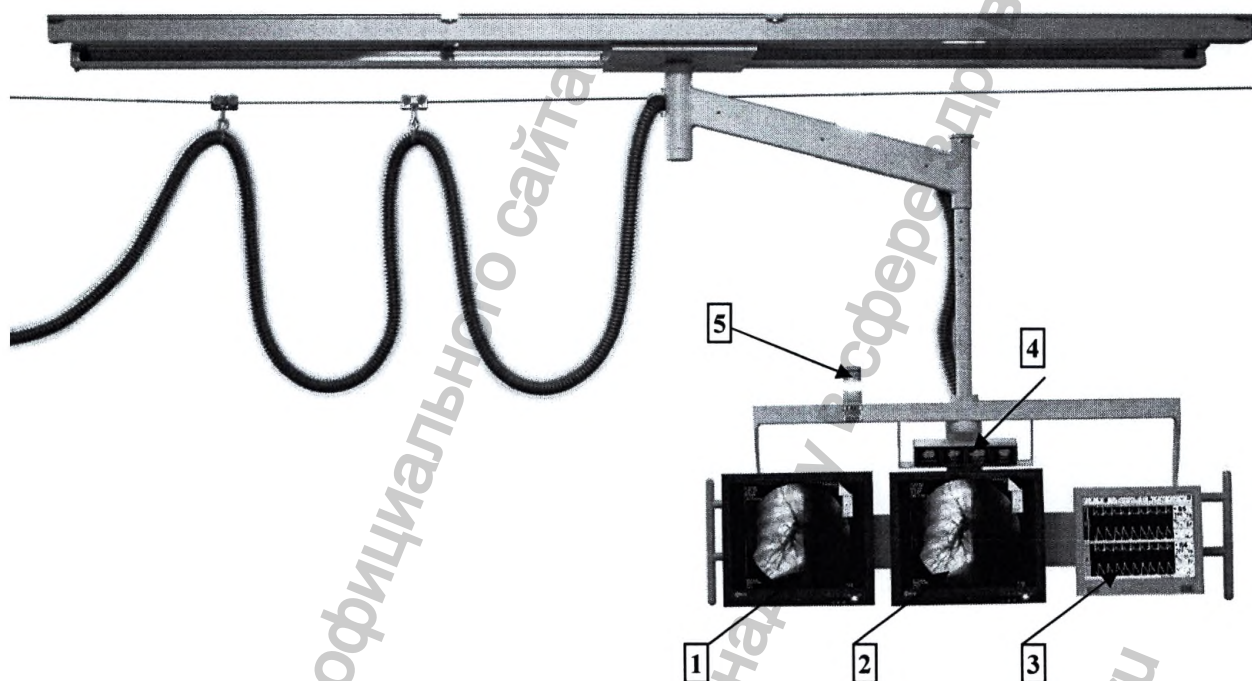

Рисунок 2.21 – Подвес мониторов
Подвес мониторов (см. Рисунок 2.21) предназначен для размещения мониторов живого и референсного изображения, а также дополнительных дисплеев.
- «живой» монитор (см. Рисунок 2.21, поз. 1);
- «референсный» монитор (см. Рисунок 2.21, поз. 2);
- кардиомонитор (см. Рисунок 2.21, поз. 3);
- лампа, индицирующая включение рентгеновского излучения (см. Рисунок 2.21, поз. 5);
- дисплей состояния оборудования, (см. Рисунок 2.21, поз. 4), на котором отображаются параметры стола и штатива: